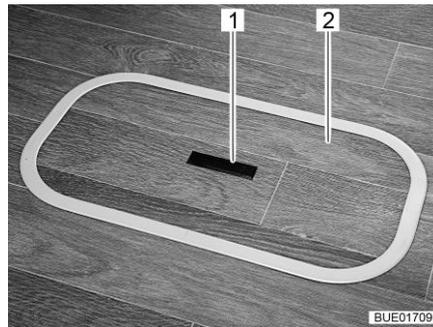
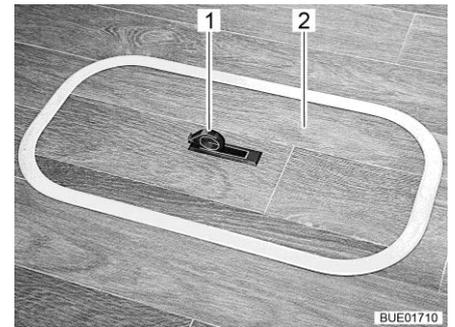

Fig. 44 Cubierta del compartimiento del fondo (tirador hundido)
Fig. 45 Cubierta del compartimiento del fondo (tirador girado hacia fuera)
- Presionar hacia abajo un lado de la placa de agarre (Fig. 44,1). El tirador (Fig. 45,1) girará hacia arriba.
- Quitar la cubierta (Fig. 44,2 ó bien Fig. 45,2) hacia arriba.